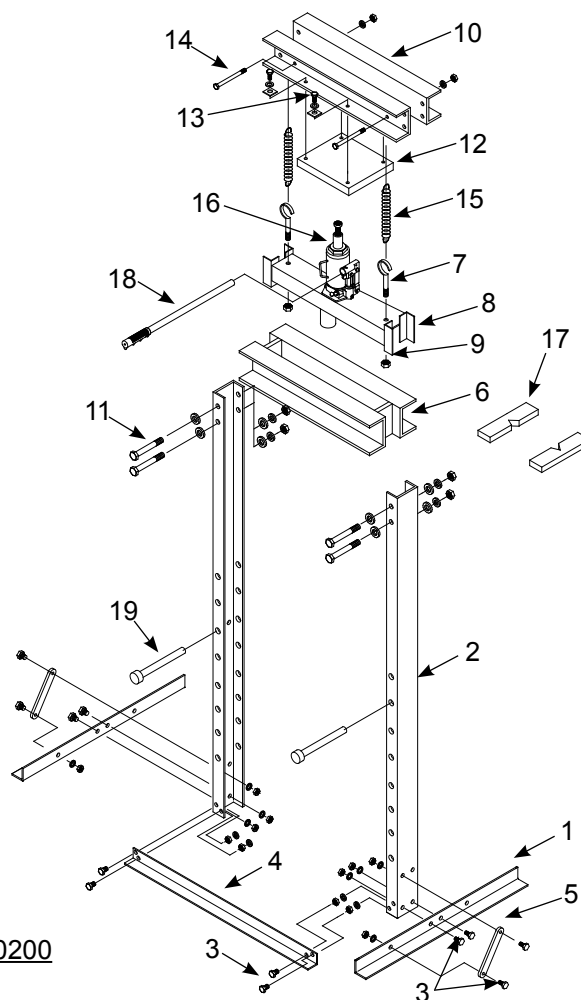

Figure 4 - Illustration d'assemblage du modèle 60200
**Modèle 60200 :** (voir figure 4).
- Fixez les pattes de la base (1) aux profilés en C debout (2) avec des boulons, des rondelles de blocage et des écrous (3). Serrez-les seulement à la main.
- Fixez la traverse inférieure (4) aux profilés en C debout (2) avec des boulons, des rondelles de blocage et des écrous (3).
- Fixez les tiges de support (5) aux pattes de la base (1) et aux profilés en C (2) avec des boulons, des rondelles de blocage et des écrous (3).
- Glissez le cadre du banc (6) le plus possible vers le bas entre les profilés en C (2).
- Fixez les crochets filetés (7) au support du cric (8) avec des écrous (9). Ne serrez pas les écrous afin de faciliter la fixation des ressorts plus tard.
- Glissez le support du cric (8) vers le bas entre les profilés (2) jusqu'à ce qu'il soit sur le cadre du banc (6).
- Fixez les traverses supérieures (10) aux profilés en C debout (2) avec des boulons, des rondelles plates, des rondelles de blocage et des écrous (11).
- Fixez la plaque supérieure (12) aux traverses supérieures (10) à l'aide de boulons, de rondelles de blocage et de rondelles à section carrée (13).
- Faites passer deux boulons dans les deux traverses supérieures (10) et fixez-les en utilisant deux rondelles de blocage et deux écrous (14). Fixez ensuite une extrémité des ressorts (15) aux boulons (14) et l'autre extrémité aux crochets filetés (7) du support du cric.